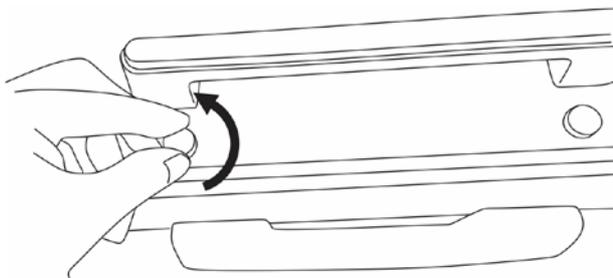

Fig. 2
- Desenroscar los dos tornillos ubicados indicados en la Fig. 2.